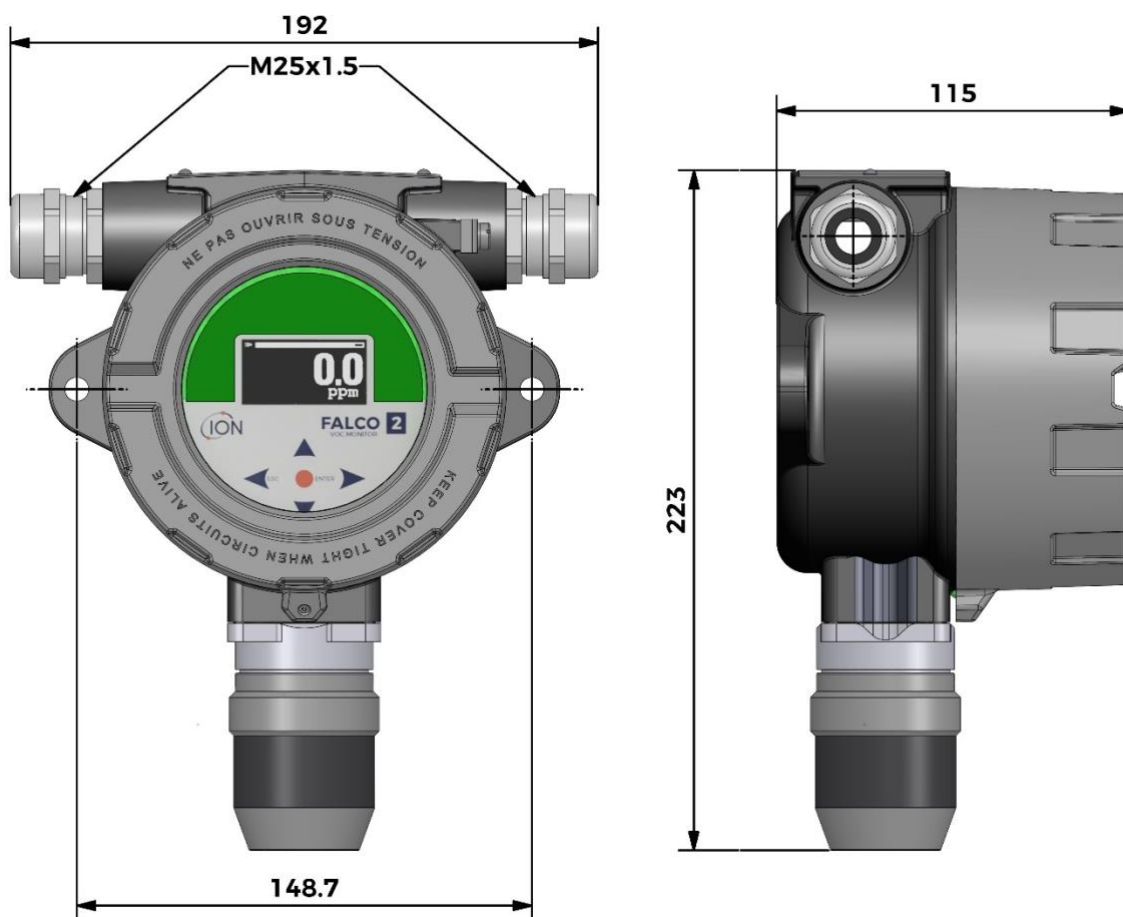

Figura1- Disegno quotato del FALCO 2 11.7, che mostra le viste frontale e laterale con misure chiave e dettagli di montaggio
- Per garantire un'installazione sicura, utilizzare due viti M8 per montare il FALCO 2 11.7 (inclusa l'unità principale e l'alloggiamento del sensore) su un supporto solido e stabile. Fare riferimento a Figura1 per le dimensioni del dispositivo e i dettagli di montaggio.